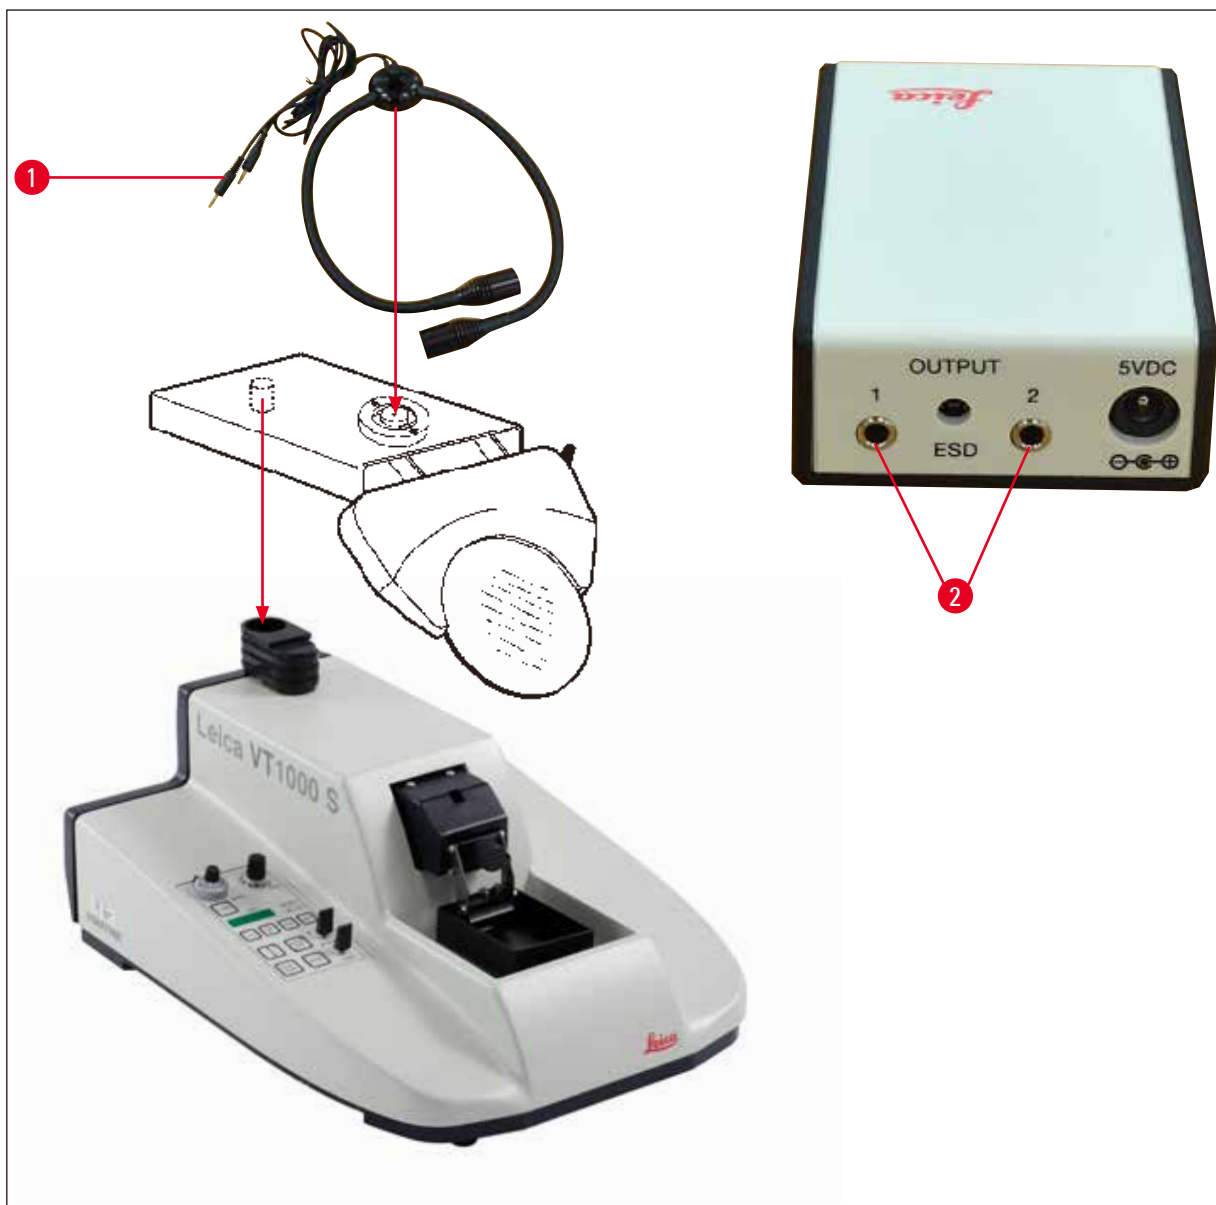

図 9
7. マグニファイヤーホルダーを (→ 図 9) のようにダブルアーム付き LED 高出力スポット照明モジュールに接続します。ダブルアーム付き LED 高出力スポット照明モジュールのプラグ (→ 図 9-1) を LED 1000 高出力スポット照明モジュールのソケット (→ 図 9-2) に差し込みます。